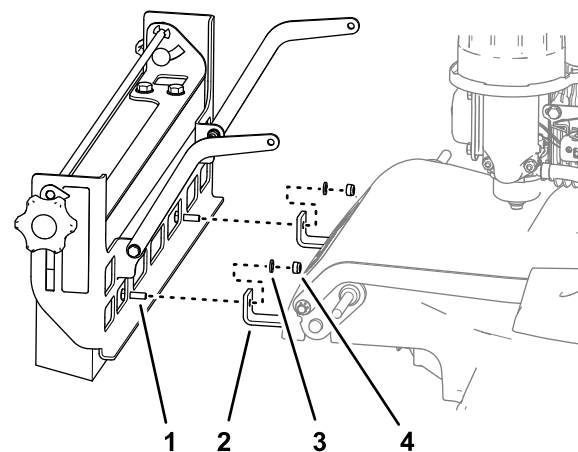

Figura 11
3. Allineate i bulloni senza dado che avete inserito ai passaggi 1 e 2 nei fori delle staffe inferiori della spazzola come mostrato nella Figura 11.
- Montate il supporto della spazzola e i bulloni senza viti sulle staffe inferiori della spazzola (Figura 11) utilizzando 2 rondelle (6 mm) e 2 dadi di bloccaggio (6 mm).